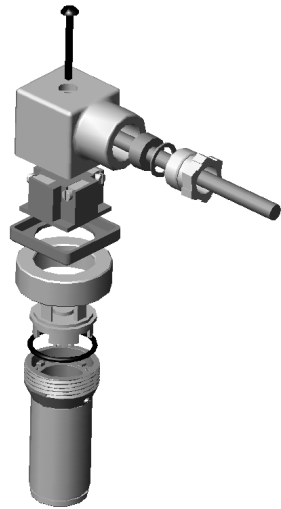
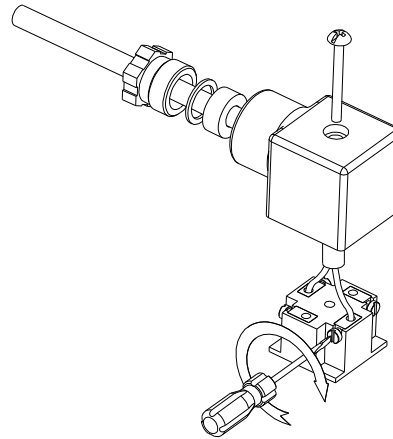
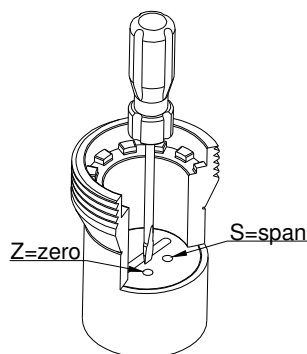

Figura 1 - Despiece conector
Figura 2 - Conexión hilos
Figura 3 - Ajuste
Desmonte el conector como se muestra en la figura 1 y conecte el cable como se muestra en la figura 2. Reinstale el conector y fíjelo en el transmisor.
En las versiones disponibles, es posible ajustar el cero (Z) y el punto de escala (S) desmontando el conector (figura 1) y ajustándolos con la herramienta adecuada (figura 3).